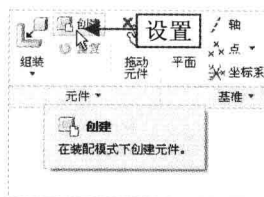

图 11-31 单击“创建”按钮
Step 02 在“功能区”选项板的“模型”选项卡中，单击“元件”面板中的“创建”按钮，如图 11-31 所示。